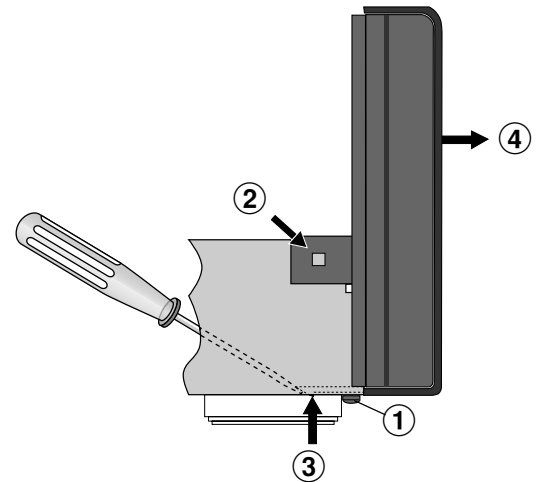

Fig. 5
- Schraube ① (Fig. 5) am Gehäuseboden herausdrehen.
- Laschen ② links und rechts der Frontblende sowie 3 Haltezapfen ③ am Gehäuseboden austrasten (Fig. 5).
- Frontblende mit den Laufwerken vorsichtig nach vorne ④ abziehen (Fig. 5).
- Undo the screw ① (Fig. 5) on the bottom of the cabinet.
- Disengage the lugs ② on the left and right of the front panel and 3 prongs ③ on the bottom of the cabinet (Fig. 5).
- Pull the front panel with the drive mechanisms carefully towards the front ④ (Fig. 5).